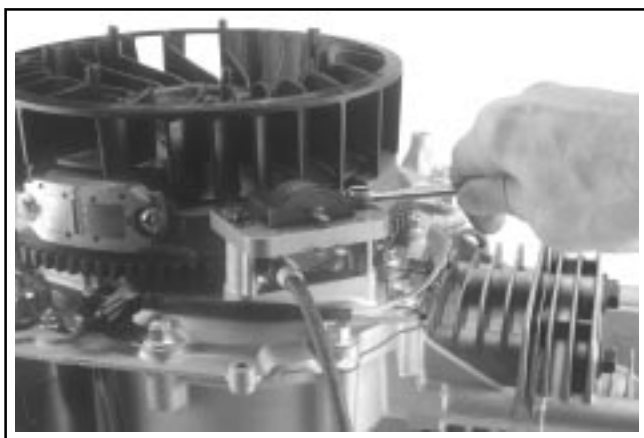

Figure 10-48. Installation du module d'allumage.
1. Tourner le volant de manière à ce que l'aimant soit éloigné des bossages du module d'allumage. À l'aide des vis hexagonales à brides, installer le module d'allumage sur les bossages du carter avec la borne « kill » vers le haut. Pousser le module le plus loin possible du volant. Serrer les vis hexagonales pour maintenir le module en position, sans plus. Voir la Figure 10-48.